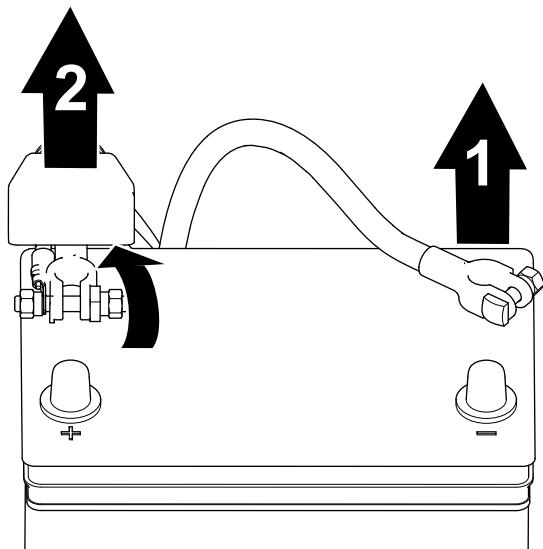

Figura 37
1. Retire o cabo negativo da bateria do polo (Figura 37).
2. Levante o isolamento e retire o cabo positivo da bateria do polo (Figura 37).